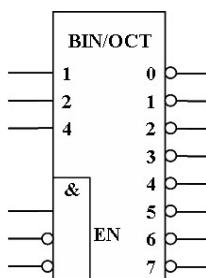

图1
- 5、想要构成6-64译码器, 如果全部用3-8译码器来搭建的话, 需要(8)片图1所示的3-8译码器。